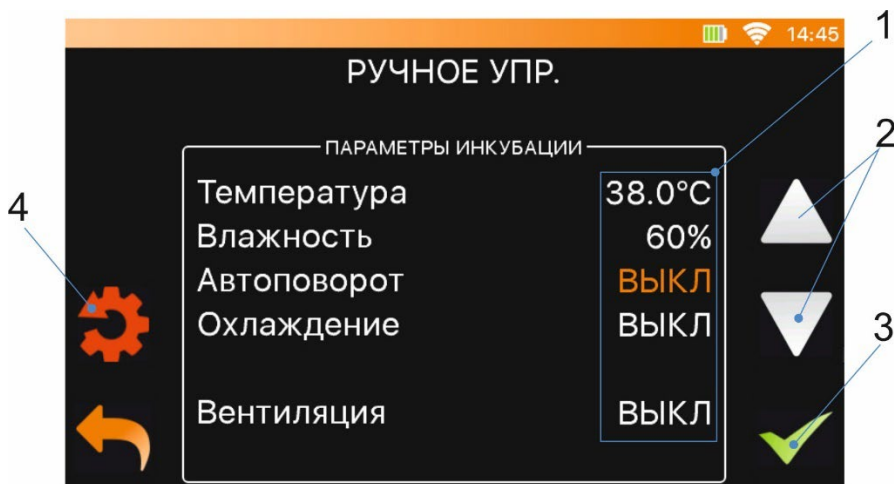

Рисунок 5.6 – Редактирование программы
2. Для того чтобы редактировать (изменить) нужный вам параметр, нажмите на значение нужного параметра (Рис.5.6, поз.1). (Например: для изменения температуры нажмите на значение 38,0).
3. Задайте нужное значение нажимая иконки «БОЛЬШЕ/МЕНЬШЕ» (Рис.5.6, поз.2).
4. Для сохранения изменений нажмите иконку «ПРИНЯТЬ» (Рис.5.6, поз.3).
Для сброса настроек программы инкубации к заводским настройкам нажмите иконку «СБРОС К ЗАВОДСКИМ НАСТРОЙКАМ». (Рис.5.6, поз.4).